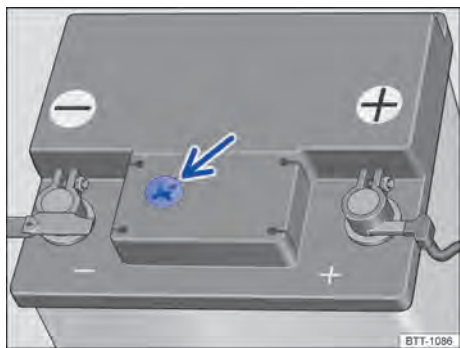

Fig. 195 Representação esquemática: visor no lado superior da bateria do veículo 12 V.
- Providenciar iluminação suficiente para poder identificar o indicador colorido no visor redondo no lado superior da bateria do veículo 12 V ⇒ Fig. 195 (seta). Jamais utilizar chamas expostas ou objetos incandescentes como iluminação.